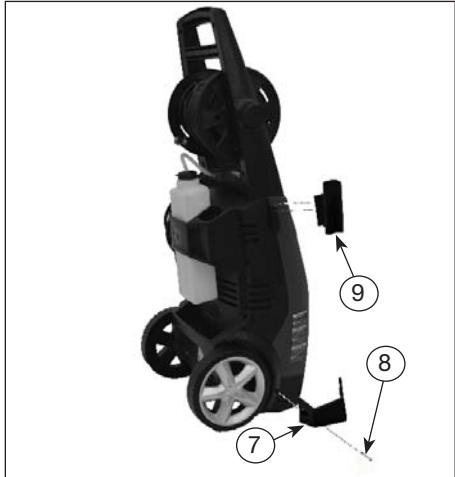

Figure 9 - Seulement pour le PW1835
1. Faites glisser le crochet supérieur du pistolet (9) sur l'unité (voir la figure 9).
2. Faites tourner le crochet inférieur (7) dans la fente dans l'unité.